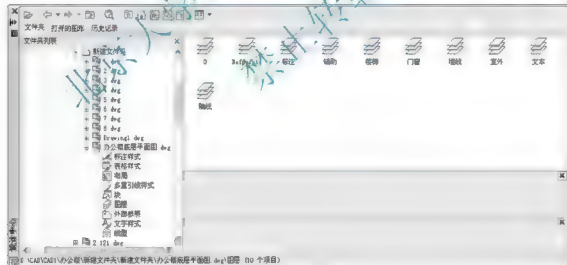

图 3.128 显示“办公楼底层平面图”中的图层
(4) 双击【图层】选项，列出“办公楼底层平面图.dwg”所包含的所有图层名称，如图 3.128 所示。